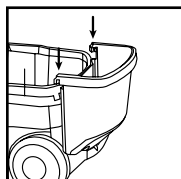

FIGURE 14
19. Introduire les pattes du panier porte-accessoires dans les fentes situées à l'arrière de la cuve. **FIGURE 14.**